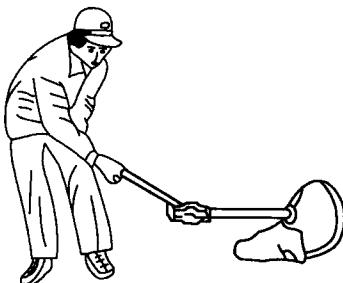
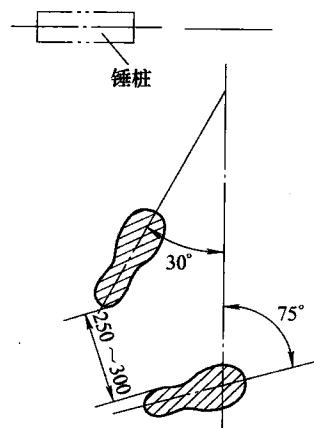

图 2-8 横向抢打预备姿势
图 2-9 横向抢打的站立位置
(1) 预备 横向抢打的预备姿势如图 2-8 所示，训练者站在锤桩的一侧，双脚略呈外八字自然开立，分开角度及两脚与锤桩的相对位置如图 2-9 所示。双腿微屈，腰身稍躬，双手握锤柄使锤头正抵锤桩，此时站立位置应远近适宜。